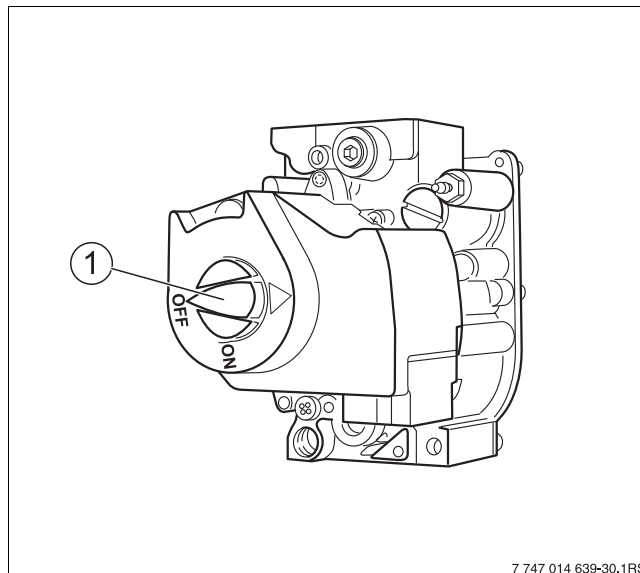

Fig. 2 Bloc gaz
- ▶ Ne jamais actionner le bouton de mise en marche avec force (→ fig. 2).